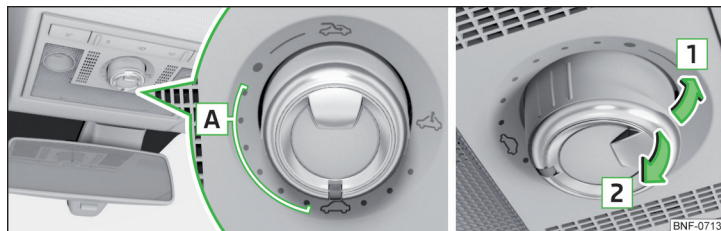

Fig. 36 Betjening af skyde-/vippetag
Betjening af skyde-/vippetag » Fig. 36
Hvis skyde-/vippetaget lukkes, ved at kontakten trækkes i pilens retning **2** ved at tage fat i udskæringen » Fig. 36 på side 46, og lukningen hindres af en forhindring, sættes kraftbegrænsningen ud af funktion ved det tredje lukkeforsøg (hvis tidsgrænsen på 5 sek. mellem de enkelte lukkeforsøg ikke overskrides). Skyde-/vippetaget lukker med fuld kraft – fare for kvæstelser.
- Tilslut tændingen, og indstil kontakten til position ↻ » Fig. 36 på side 46.